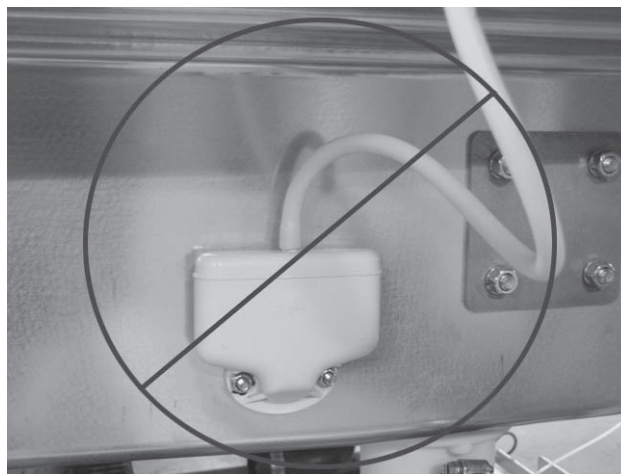

Fig. 28
**REMARQUE :** Si le séchoir est équipé de chauffage électrique, raccordez les câbles du chauffage marqués 7HTR-1, -2, -3, -4, -5 et -6 aux éléments de chauffage du séchoir (Fig. 28). Raccordez aussi les câbles de surchauffage du chauffage électrique marqués 6TAS-C, -NC, & -NO et les câbles du voyant témoin de surchauffage situé sur l'interrupteur de limitation de température 6TAS installé sur le couvercle de l'élément électrique (Fig. 27) et le voyant d'avertissement de surtempérature 1PL installé sur le couvercle du séchoir avant (Fig 27).
Acheminez le tube de l'interrupteur à pression du double rinçage, qui se trouve enroulé à l'arrière du poste de commande, au travers de l'oeillet dans le panneau à l'arrière de la machine. Acheminez le tube à l'arrière de la chambre, au long du dessous des réservoirs et raccordez-le au capteur d'air installé sur le côté du réservoir de double rinçage avec la serre fournie. Attachez le tube avec les courries d'attache attachées aux goujons à l'arrière de la chambre tout en vous assurant qu'il ne s'affaisse pas en dessous du raccord du purgeur. Installation inappropriée illustrée ci-dessous (Fig. 28)